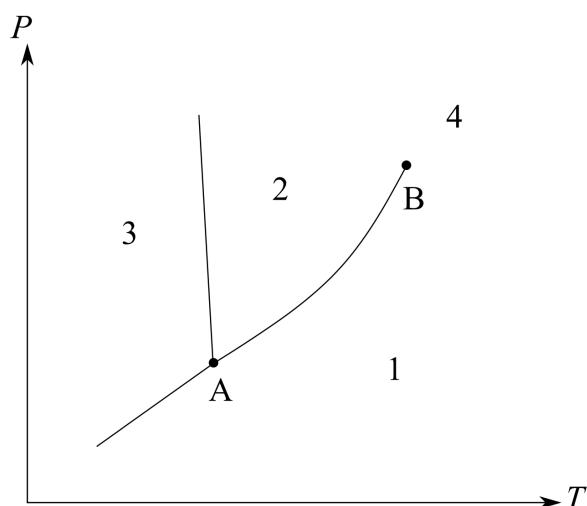

Fig. 1.1 – Diagramme de phases (P, T) de l'eau
- Le diagramme de phases de l'eau est présenté sur la figure 1.1. Recopier ce diagramme et identifier les domaines d'existence des différentes phases. Préciser le nom des points caractéristiques *A* et *B*.